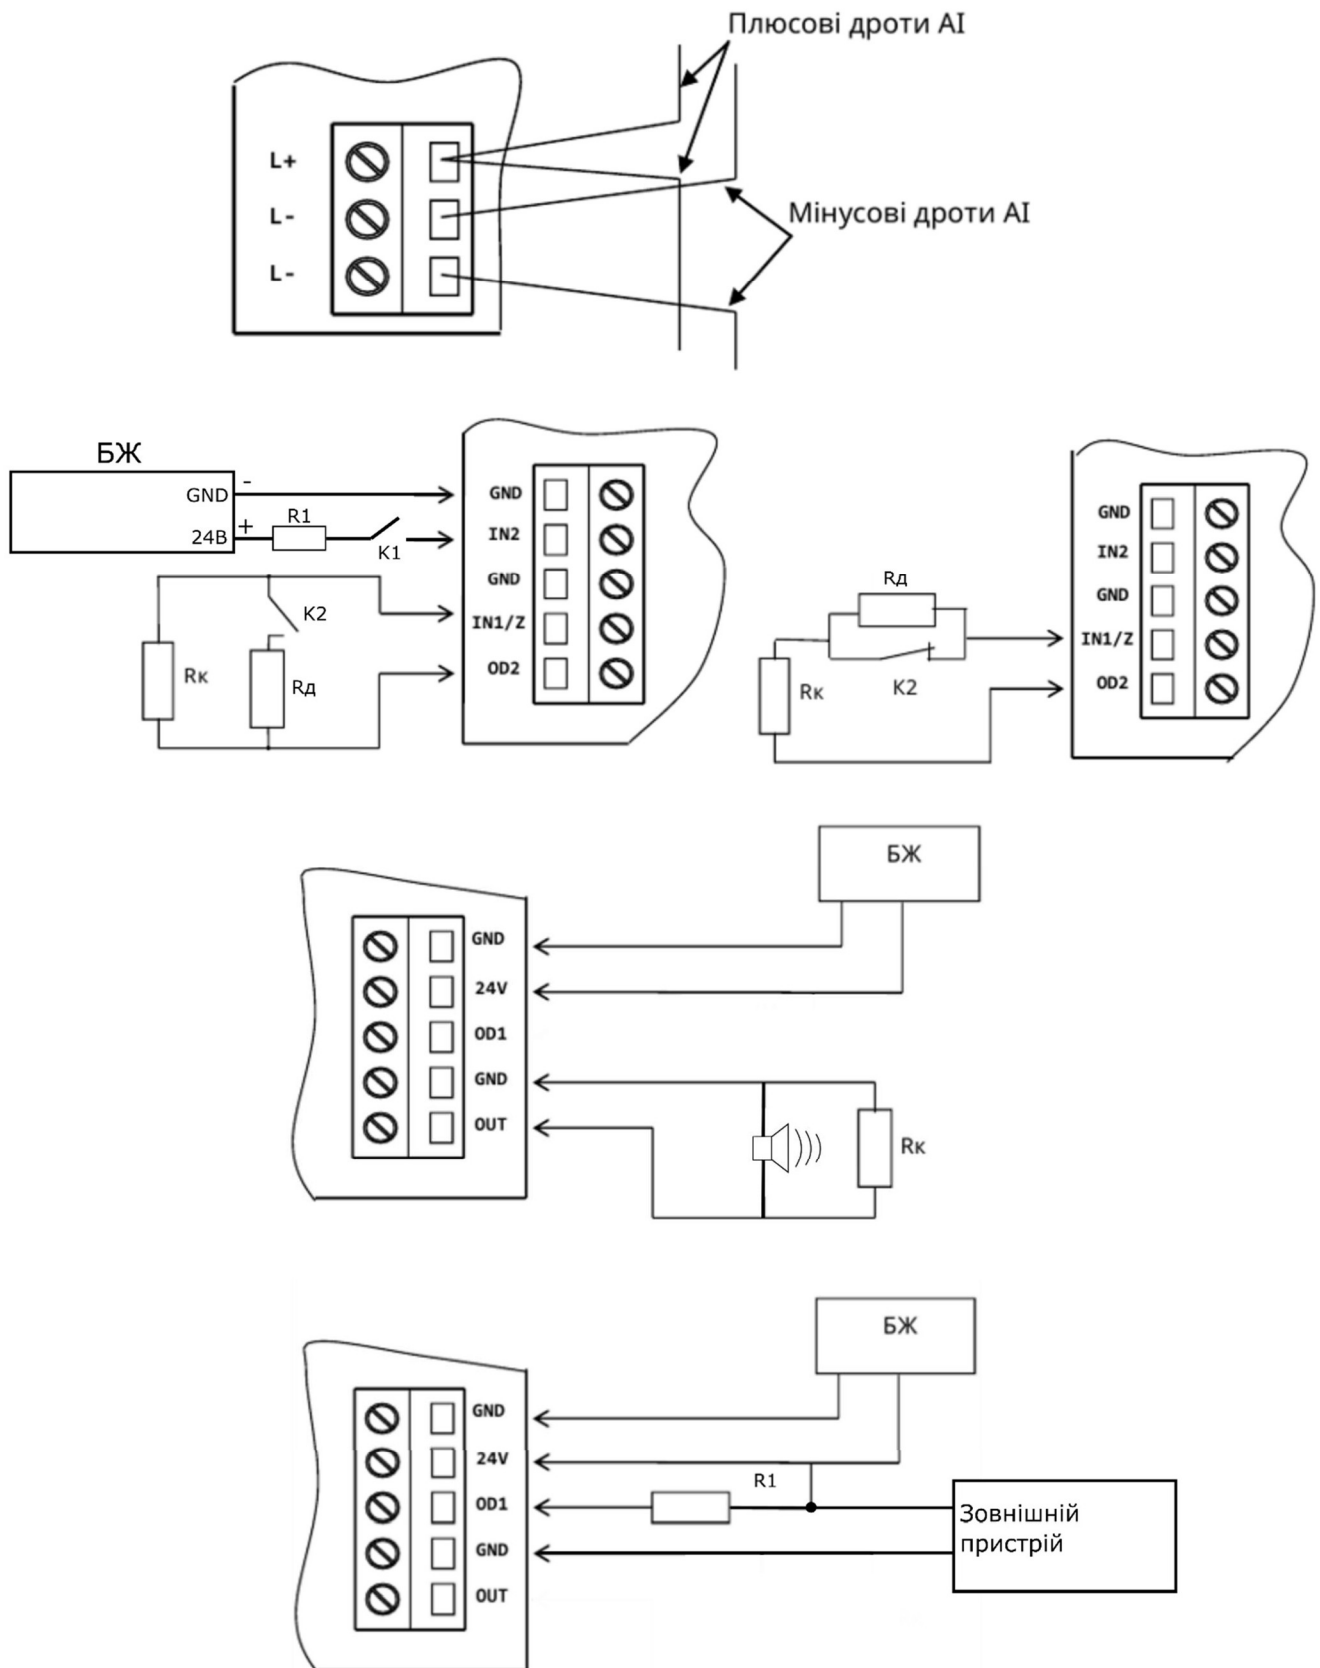

Рисунок 2 - Схеми підключень зовнішніх кіл до клем пристрою
4.3.1 До пристрою можуть бути підключені неадресні сповіщувачі, датчики, релейні пристрої. Варіанти підключення зовнішніх пристроїв показані на Рис. 2.
4.4.1 Вибрати значення опору резистора Rк, приєднаного до параметричного входу IN1/Z (Рис. 2), таким чином, щоб забезпечити черговий режим входу (Табл. 2.1).
Вибирати значення опору додаткового резистора Rд (Рис. 2) слід таким чином, щоб після спрацювання сповіщувача значення опору в шлейфі відповідало діапазону спрацювання (Табл. 2.1).
4.4.4 Підключення зовнішніх пристроїв до виходу OUT наведено на Рис. 2. Якщо планується використовувати цей вихід, то до клем «+24V», «GND» необхідно підключити лінію від зовнішнього БЖ, інакше цей вихід буде перебувати в режимі попередження про несправність.
4.4.5 Резистор Rk на виході OUT (Рис. 2) допускається не встановлювати, якщо еквівалентний опір оповіщувача перебуває в межах, вказаних в табл. 2.1 для чергового режиму і контролювання лінії може бути відсутнє.